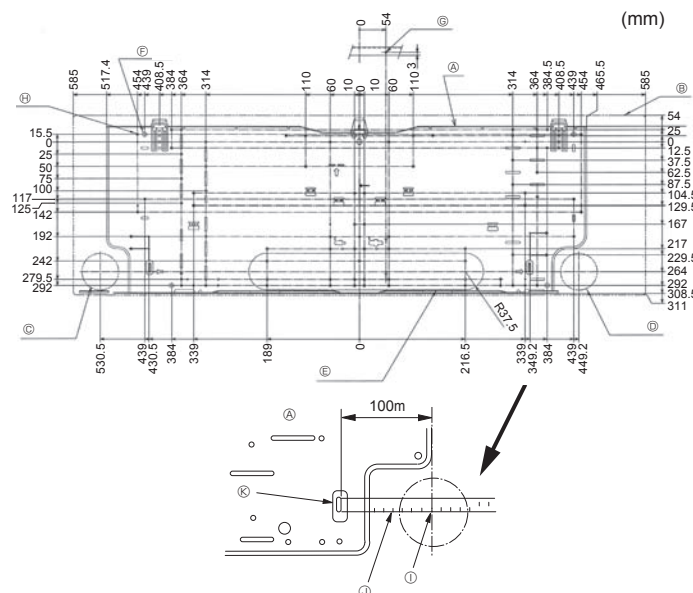

Fig. 3-2
①	Piastra di montaggio	1	Fisso sul retro dell'unità
②	Vite autofilettanti 4 x 25	7
③	Nastro di feltro	2
④	Tubo di collegamento a L	1
⑤	Dado di caricamento	1
⑥	Telecomando senza fili	1
⑦	Porta telecomando	1
⑧	Batterie alcaline (formato AAA)	2
⑨	Vite autofilettanti 3,5 x 16	2
⑩	Distanziale	1	Da realizzare con il materiale di imballaggio
3.2. Installazione dell'attrezzatura di montaggio a parete (Fig. 3-2)